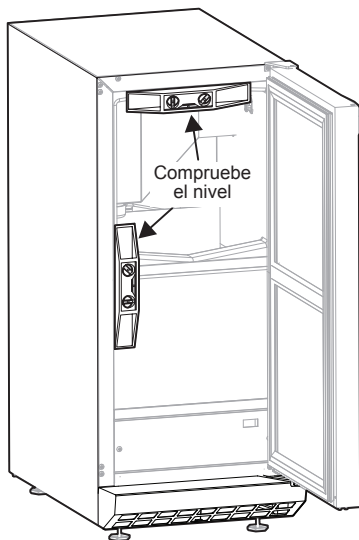

Figura 10
- 1 Utilice un nivel para comprobar la nivelación del productor de hielo de la parte delantera a la trasera y de lado a lado (Figura 10).